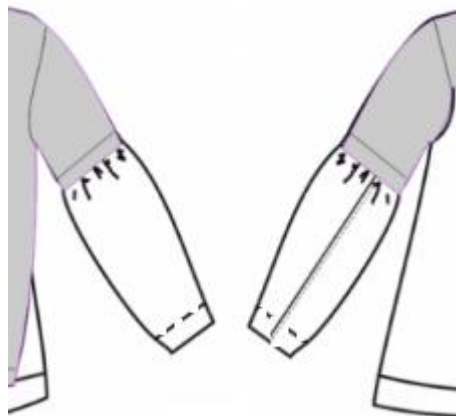

Рисунок 1 – Фрагмент свитшота. Обработка рукава
Второй этап: Моделирование фрагмента заданной модели **«Обработка рукава»** (стр. 7, рис. 1) в натуральную величину и изготовление лекал
Третий этап: Изготовление (пошив) образца фрагмента заданной модели (стр. 7, рис. 1) женского свитшота.
1) *Внешний вид фрагмента заданного изделия должен полностью соответствовать техническому рисунку модели и художественно-техническому описанию (стр. 3, табл.1) и рисунку фрагмента(стр. 7, рис. 1).*